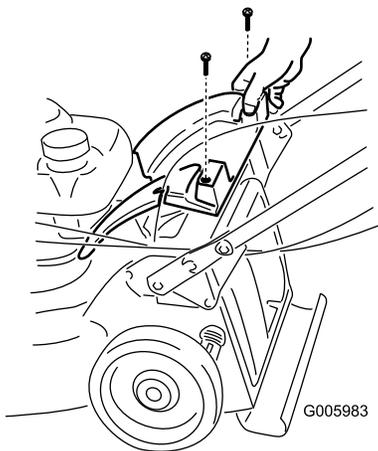

Figure 3
1. Retirez les 2 vis de fixation du couvercle arrière et déposez le couvercle (Figure 3).